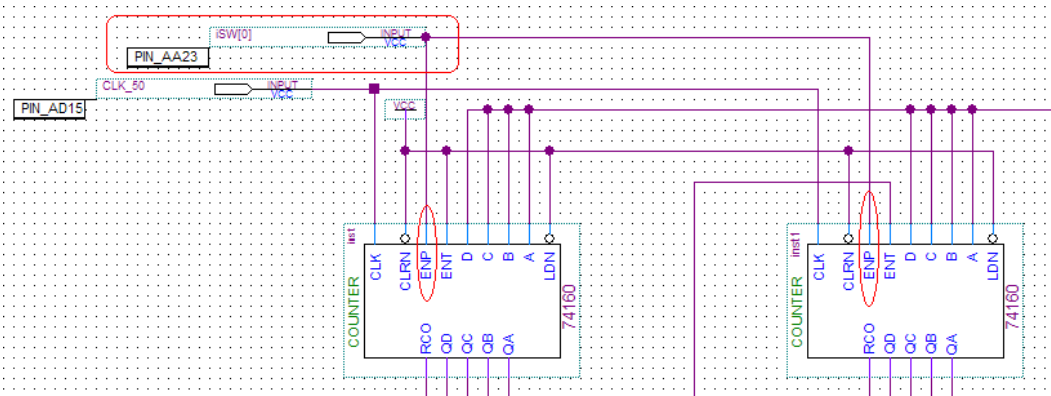

图 13-8 在模 100 计数器的电原理图上增加一个控制信号
13. 增加一个控制 ENP 的输入引脚。参看图 13-8。功能仿真和时序仿真结果不太成功。